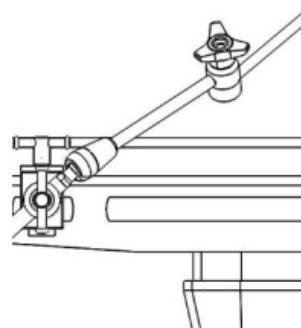

Figure 1
- Desserrez la molette de la **pince de table**. Fixez la pince de table côté opposé au chirurgien au niveau de l'aisselle du patient au rail chirurgical par-dessus le champ stérile, puis serrez la pince sur le rail (Figure 1).